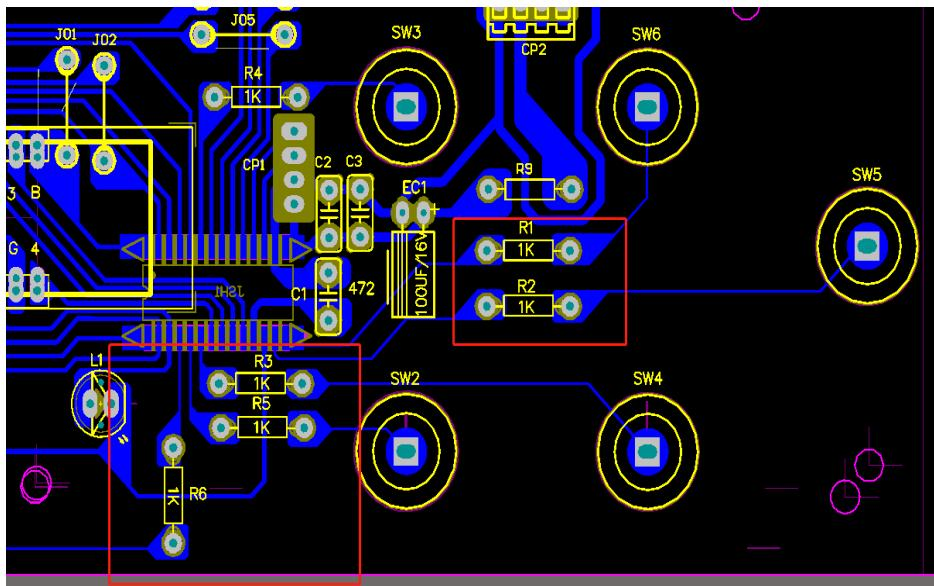

图 10
- 3) 匹配电阻推荐 **1K~3K**，尽量靠近触控芯片管脚输出端放置。正确的匹配电阻摆放位置见下图 10